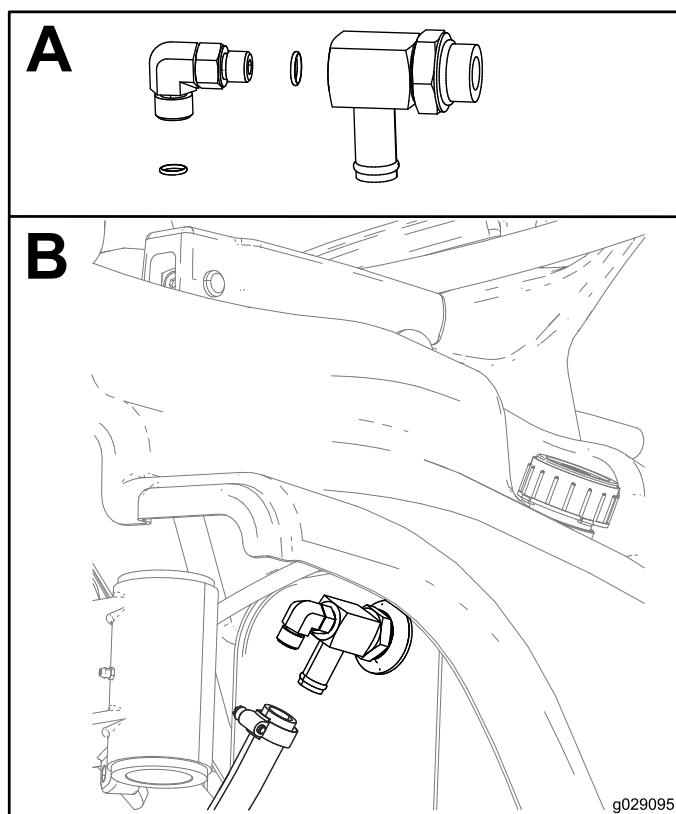

Рисунок 18
3. Установите прямоугольный штуцер (наружная резьба 3/8 x 3/8 дюйма) на прямоугольный штуцер (внутренняя резьба 3/8 дюйма x наружная резьба 3/8 дюйма x шланговый штуцер со ступенчатой поверхностью ¾ дюйма), как показано на виде А на Рисунок 18.
4. Снимите колено с задней части гидравлического бака с правой стороны машины, установите прямоугольный штуцер и переходник и подсоедините шланг, как показано на виде В на Рисунок 18.